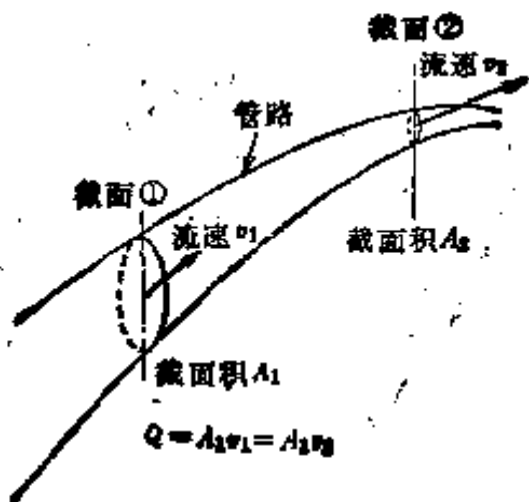

图5.5
【解说】 在管内连续流动的流体，与管的截面积大小无关，流量总是相等的法则称为连续法则。在图5.5中，截面①处流动的流体流量为 $A_1 v_1$ ，截面②处流体流量为 $A_2 v_2$ 。若流体在截面①处没有损失时，截面①、②两处流量相等。
【例题】 如图5.5所示，设截面①处面积为 100 cm^2 ，流体的平均速度为 $v_1 = 5 \text{ m/s}$ ，截面②处面积为 10 cm^2 ，试求截面②处流体的平均速度和流量是多少？
【例题】在图 5.5 中, 管内流量为 $1 \text{ m}^3/\text{s}$, 截面①处流速为 2 m/s , 截面②处流速为 10 m/s , 求截面①、②处截面直径是多少?